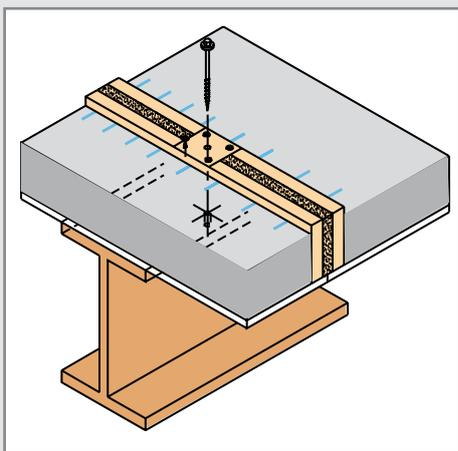

Fig. 3 : Fixation métallique
• Sur charpente métallique (fig. 3)